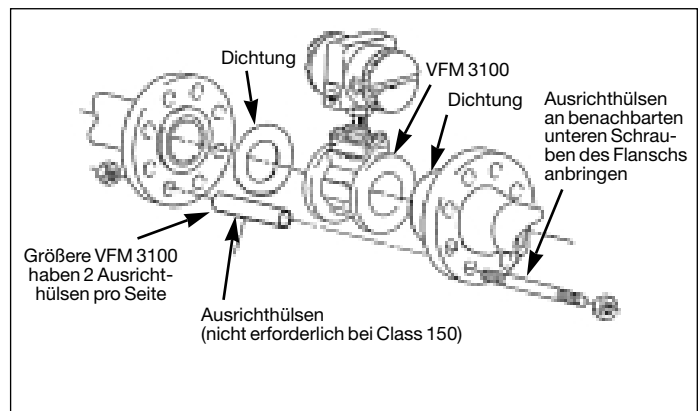

Abbildung 7. Ausrichtung des VFM 3100 W-T
- Siehe Abbildung 7. Ersten Bolzen durch eine der unteren Bohrungen im Flansch der Auslaufstrecke, durch eine der beiden Ausrichthülsen und durch den Flansch der Einlaufstrecke schieben. Muttern an beiden Enden des Bolzens aufdrehen, jedoch nicht anziehen.